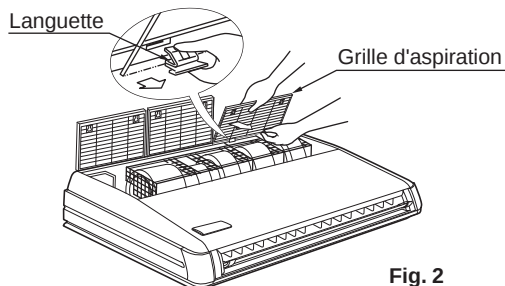

Fig. 2
- La grille d'aspiration ouverte, retirez la grille d'aspiration en la tirant vers l'avant tout en tenant ses languettes arrières (x2). **(Reportez-vous à la Fig. 2)**